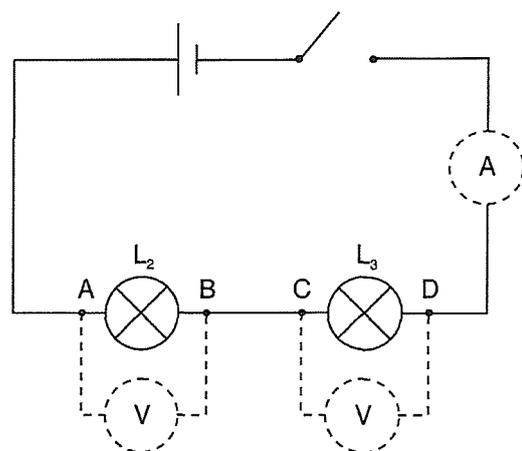

Figure 11.2
4.3. Réaliser le circuit de la figure 11.2 **sans ampèremètre ni voltmètre**. Fermer l'interrupteur. Noter les observations (éclat des ampoules).
5.3. À partir des renseignements donnés au point 5.1 et des observations, estimer l'ordre de grandeur de l'intensité du courant qui parcourt le circuit de la figure 11.2. Noter l'estimation et la justifier.
| 4.3 | L_2 et L_3 en série (fig. 11.2) | L_1 : L_2 : L_3 : | |
6.2. Réaliser le montage de la figure 11.2 en y plaçant cette fois un **ampèremètre correctement branché**. Fermer l'interrupteur. Lire l'intensité du courant qui parcourt le circuit et la noter.
Ouvrir l'interrupteur, retirer l'ampèremètre et reformer le montage de la figure 11.2.
| 6.2 et 6.3 | L_2 et L_3 en série (figure 11.2) | | | | |